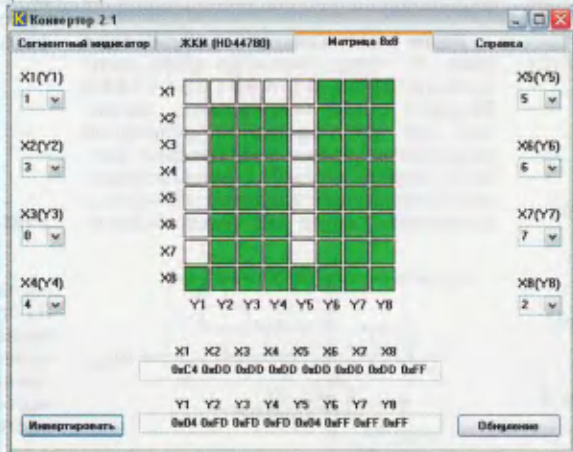

Рис. 3
**"Матрица 8x8"** (рис. 3). На этой вкладке определяют коды, которые следует подавать в динамическом режиме на выводы светодиодной матрицы 8x8 точек для отображения заданного символа. Прежде всего распределяют по разрядам формируемых кодов строки матрицы X1—X8 и её столбцы Y1—Y8. Затем, щёлкая левой кнопкой мыши по точкам матрицы, рисуют необходимый символ. Экранной кнопкой "Инвертировать" можно одновременно изменить состояние всех элементов (светодиодов) матрицы на противоположное, а экранной кнопкой "Обнулить" — погасить их. Предусмотрен расчёт кодов для динамического вывода символа как сверху вниз по строкам, так и слева направо по столбцам.